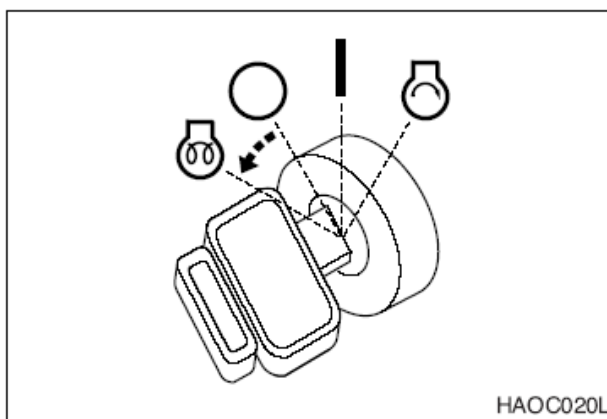
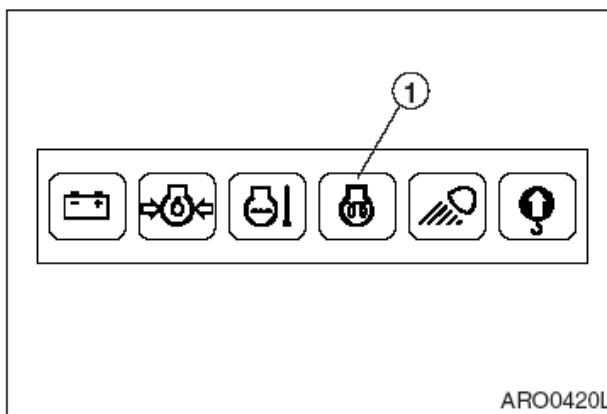

Рис. 8
Рис. 9
4. Повернуть стартер в положение запуска (PREHEAT), рис. 8. Держать его в этом положении 19 секунд. Когда цикл подогрева завершится, загорится индикатора завершения подогрева (1, рис. 9).